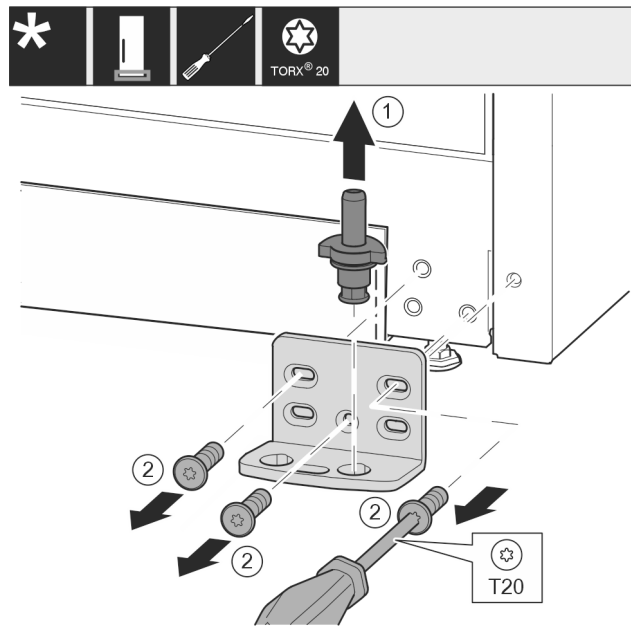

Fig. 17
- ▶ Ložiskový čep Fig. 17 (1) celý vytáhněte nahoru.
- ▶ Šroubovákem vyšroubujte šrouby Fig. 17 (2) a sejměte stojan ložiska.